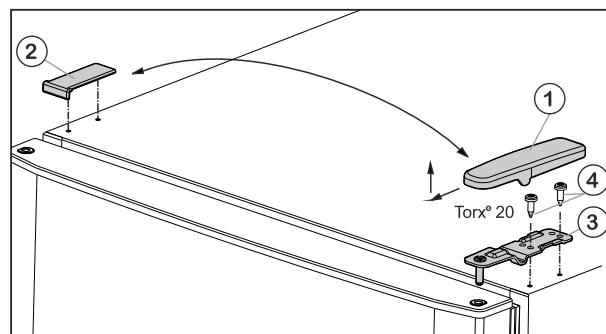
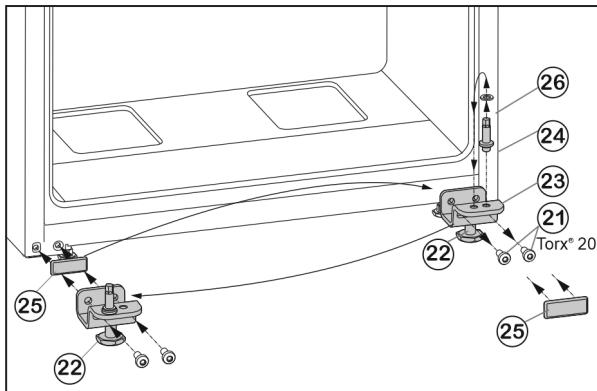

Fig. 5
Fig. 7
- Skinite pokrov Fig. 5 (1) prema naprijed i gore.
- Podignite pokrov Fig. 5 (2).
- Odvijte gornji podložak ležaja Fig. 5 (3) (2 puta Torx® 20) Fig. 5 (4) i izvucite ga prema gore.
- ▶ Odvijte pričvrsne vijke Fig. 7 (21).
- ▶ Skinite cijeli podložak ležaja dolje Fig. 7 (23) zajedno sa svornjakom ležaja Fig. 7 (24), pločicom Fig. 7 (26) i podesivom nožicom Fig. 7 (22).
- ▶ Potpuno odvijte svornjak ležaja Fig. 7 (24) zajedno s pločicom Fig. 7 (26), premjestite ga u suprotnu prihvatu rupu podloška ležaja i ponovo zavijte.
- ▶ Pažljivo skinite poklopac Fig. 7 (25) i premjestite ga na drugu stranu.
- ▶ Cijeli podložak ležaja dolje Fig. 7 (23) zajedno sa svornjakom ležaja Fig. 7 (24), pločicom Fig. 7 (26) i podesivom nožicom Fig. 7 (22) ponovo pričvrstite na novoj strani šarke, po potrebi uz pomoć odvijača na baterije (**s 4 Nm**).
- ▶ Stavite donja vrata odozgo na svornjak ležića Fig. 7 (24).
- ▶ Podložak ležaja u sredini (13) umetnite u donja vrata okrenut za 180° pa ga pričvrsnim vijcima (11) (2 puta Torx® 20) **pritegnite čvrsto (s 4 Nm)** na novu stranu šarki.
- ▶ Ponovo postavite plastičnu pločicu (10).
- ▶ Stavite gorna vrata na podložak ležaja u sredini (13).
- ▶ Umetnute gornji podložak ležaja Fig. 5 (3) na novu stranu šarke u vrata.
- ▶ Čvrsto pritegnite gornji podložak ležaja (**s 4 Nm**) (2 x Torx® 20) Fig. 5 (4). Po potrebi upotrijebite odvijač na baterije.
- ▶ Pokrov Fig. 5 (1) postavite izvana na suprotnoj strani tako da se fiksira.
- ▶ Pokrov Fig. 5 (2) postavite odozgo na suprotnoj strani tako da se fiksira.
- ▶ Odvijte podesivu nožicu Fig. 7 (22) napodlošku ležaja dolje Fig. 7 (23) tako da se podupre o pod.